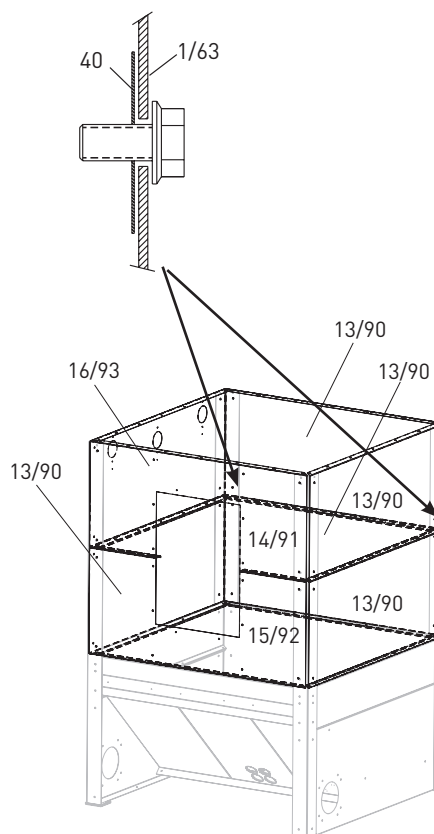

Fig. 13 Montaggio delle pareti laterali
Montare tutt'intorno la 1a fila di pareti laterali. Bordo ripiegato per 9 mm verso il basso, avvitare a mano 3 pareti laterali (13/90), 1 parete laterale con apertura per lo sportello in basso (15/92) solo al profilo angolare di supporto (1/63) e non ancora orizzontalmente – Fig. 13.
Se il serbatoio si trova a ca. 100 mm dalla parete, non è più possibile inserire le viti inferiori posteriori (distanza insufficiente), per cui, prima del montaggio di queste pareti laterali, fissare le viti al profilo angolare di supporto (1/63) con fermo per viti (40) – Fig. 13.
Montare tutt'intorno la 2a riga di pareti laterali. Avvitare 2 pareti laterali (13/90) e 1 parete laterale per bocchettone di caricamento (16/93), 1 parete laterale con apertura per lo sportello in alto (14/91) solo ai profili angolari di supporto (1/63) verticali, non ancora orizzontalmente – Fig. 13.